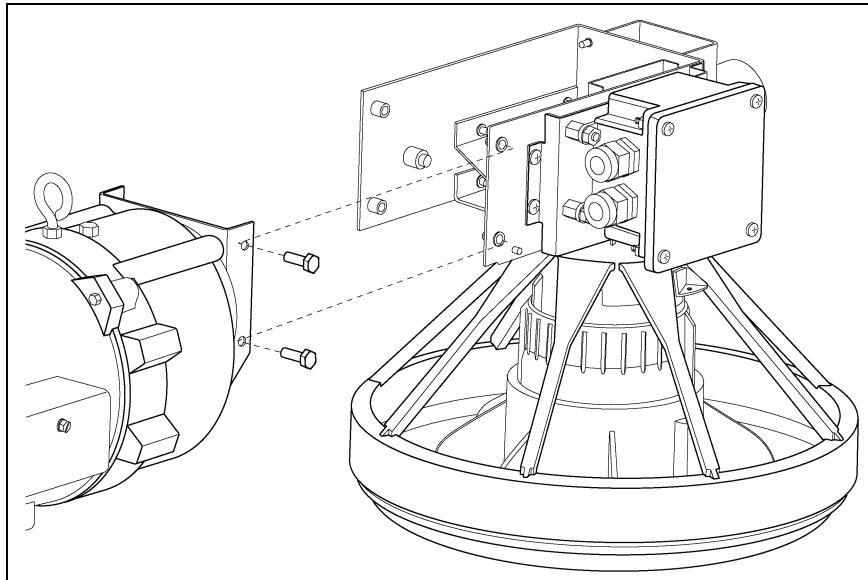

Рисунок 4O
- С помощью четырех (4) болтов установите анкерную плиту обратно на управляющий лоток в сборе, как показано на Рисунок 4O. Может потребоваться сборка и регулировка некоторых узлов блока управления. Инструкции см. в разделе по сборке лоткового питателя на стр. 15.